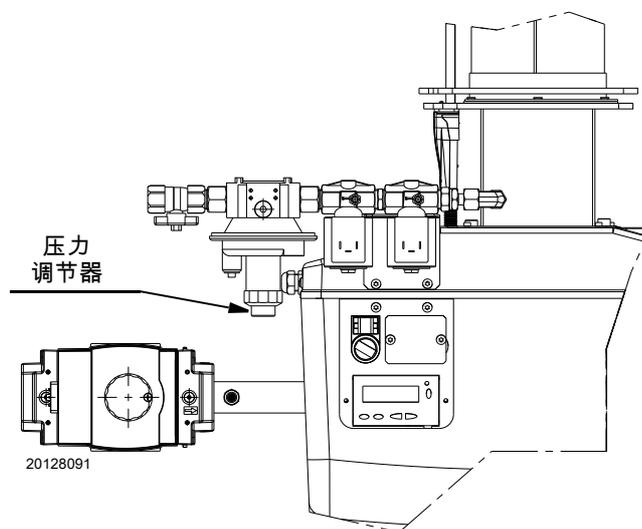

图 161
- 燃烧器可以继续进入点火阶段。如果安全时间结束时还未出现火焰，燃烧器会重启进入自动模式(最多进行3次重启)。如果阶段顺序在显示屏上不断闪烁，则提示设备仍处于启动过程中(手动运行)。如果未能点火，可能是因为燃气未在3秒的安全时间内达到点火枪。通过压力调节器(图161)增大燃气压力。但如果安全时间结束时，燃烧器启动，但之后停机，则燃烧器锁定，显示屏出现 **Loc:7** 并闪烁(运行中火焰消失)。